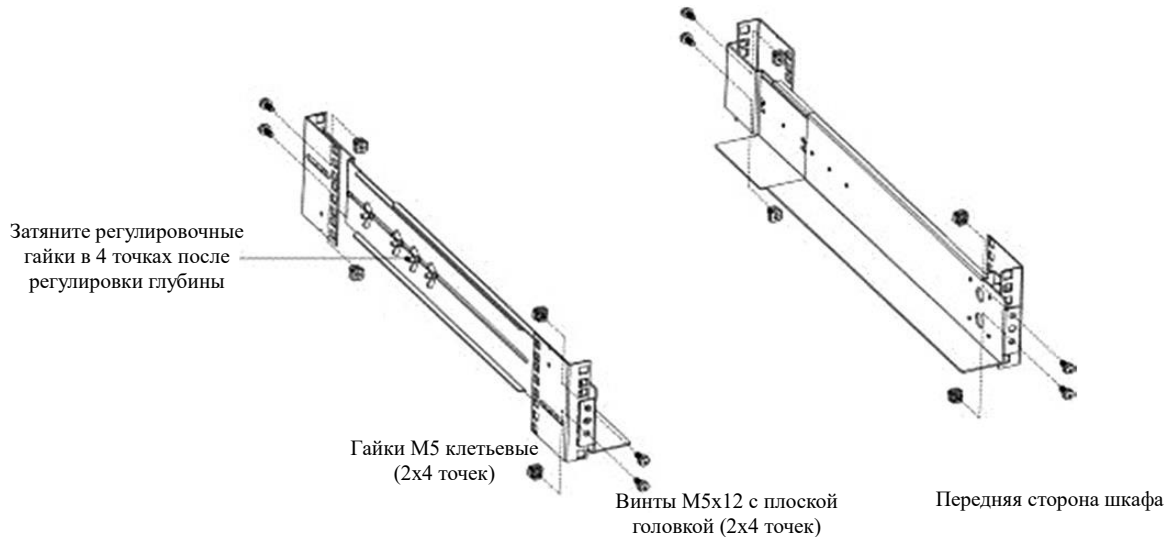

Рисунок 5. Крепление рельс
- б) Выберите место установки ИБП в шкафу и установите направляющие, зафиксировав их спереди и сзади (см. рисунок 5). Монтажный комплект занимает четыре точки крепления, по две спереди и сзади шкафа.
- в) Закрутите четыре барашковые гайки М5 на каждой для фиксации глубины рельс (см. рисунок 5).